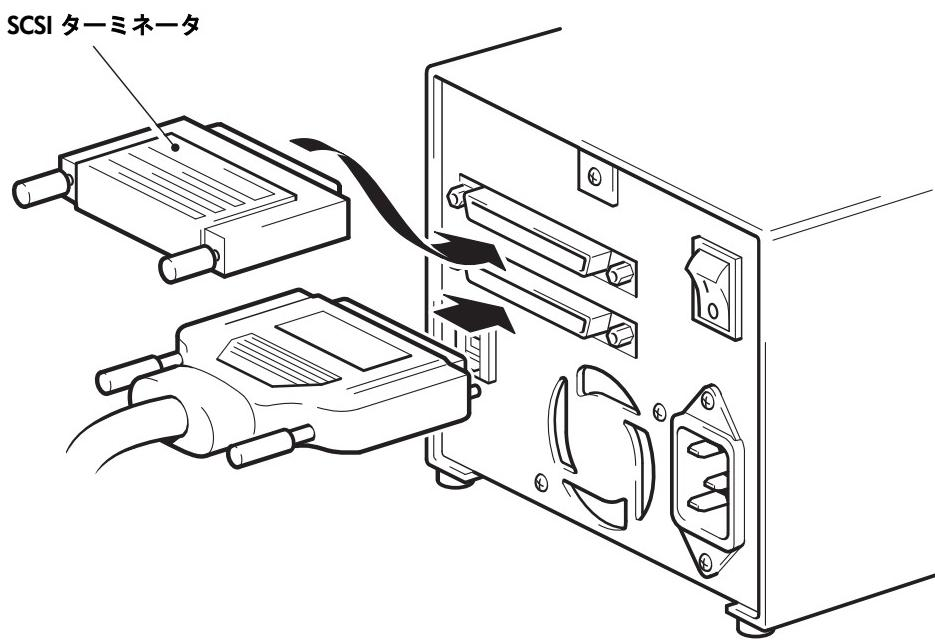

図 5: SCSI ケーブルの接続
- 4 SCSI ケーブルの HD コネクタをテープ・ドライブの後部パネルにある SCSI コネクタの 1 つに接続し、ネジで固定します（図 5 を参照）。